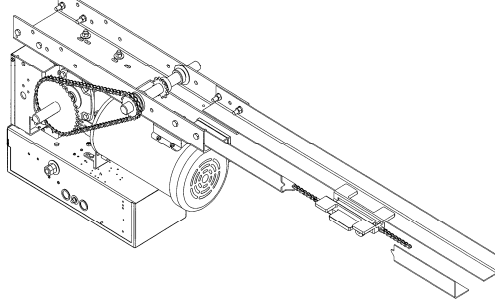

Figure 4 Insérer le chariot entre les rails
2. Placer le chariot sur les rails et le glisser à la position avant, en s'assurant que la vis à tension de la chaîne fait face à la porte (Figure 4)